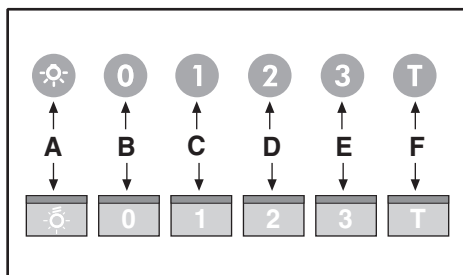

Fig.11
• Commandes Lumineux (Fig.11) le symbole sont le suivant: